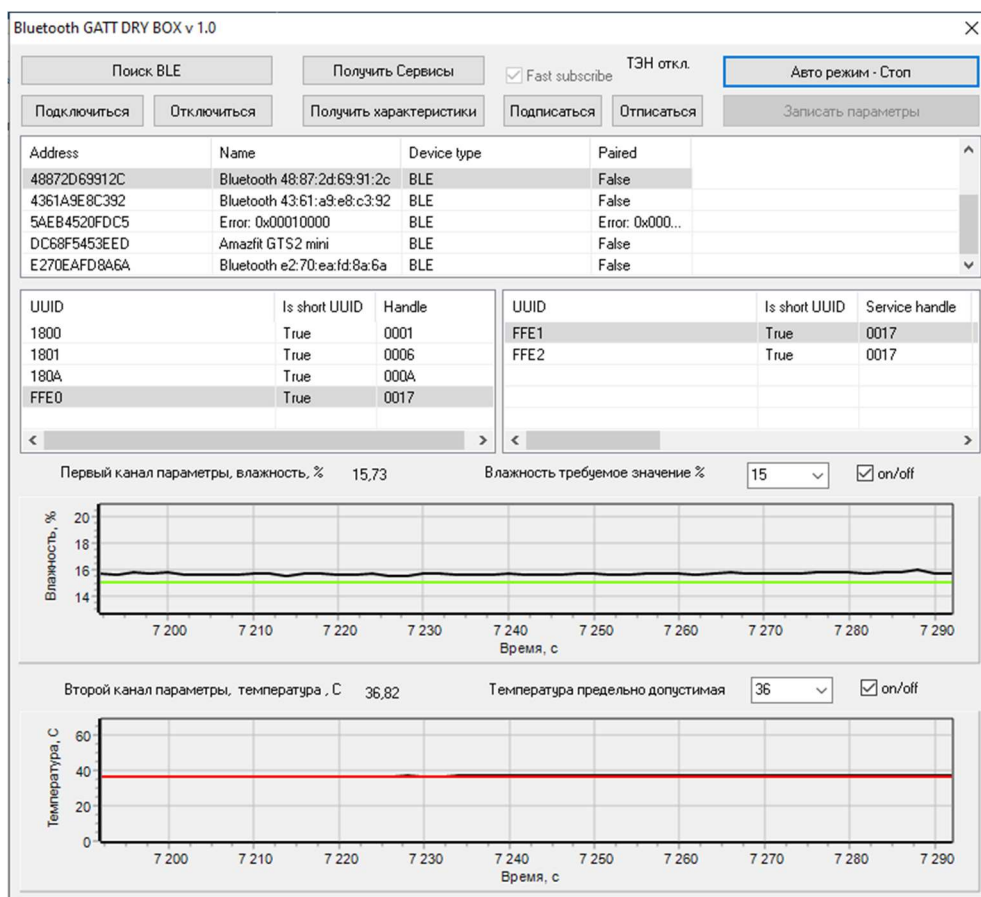

Рисунок 2 – ПО Bluetooth GATT DRY BOX 1.0
- полка осушителя, предназначенный для поддержания заданного значения относительной влажности, который можно перенастраивать из ПО Bluetooth GATT DRY BOX 1.0, см. рисунок 2;